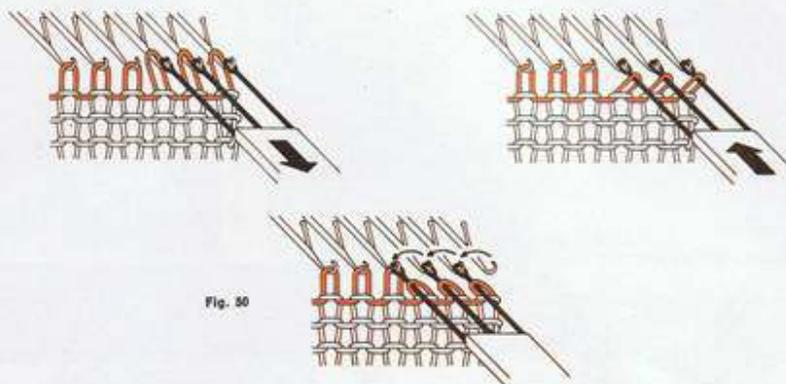

Fig. 50
- Compter 3 mailles, ouvrir les clapets des 3 aiguilles et à l'aide du poinçon à 3 branches, reporter les 3 mailles de l'extrémité sur les 4^e, 3^e, et 2^e aiguilles (fig. 50).